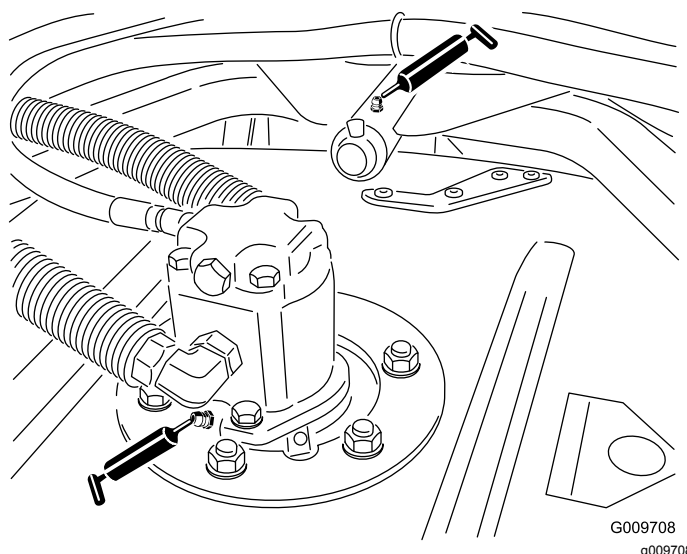

図 24
- カッティングユニットのスピンドルシャフトのベアリング 各カッティングユニットに1ヶ所 図 24
- カッティングユニットのキャリアアームのブッシュ 各カッティングユニットに1ヶ所 図 24